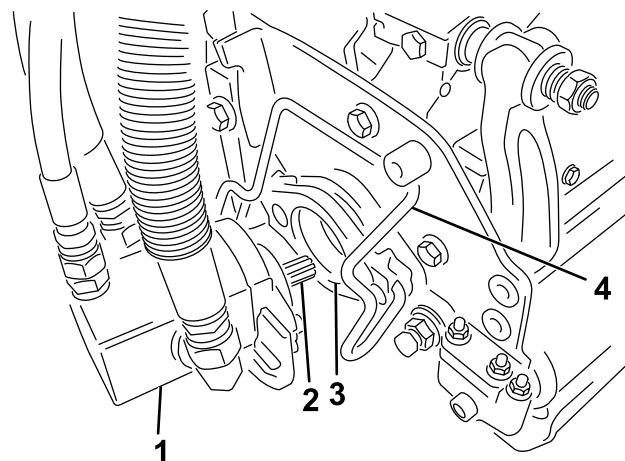

図 34
5. カuttingユニット用モータのスプラインシャフトにきれいなグリスを塗りつける (図 34)。
6. モータを、カuttingユニットの左側 (運転席から見て) に取り付け、カuttingユニットについているモータ固定バーを、モータの上から被せるようにセットし、モータの左右から「カチッ」というロック音が聞こえるまで押し下げる (図 34)。